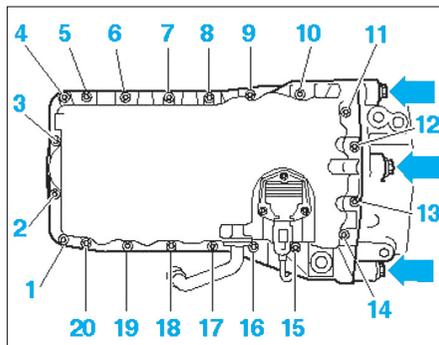

Fig. 25
- Déposer le carter d'huile en respectant l'ordre de desserrage des vis (Fig.25).
- Reposer le carter d'huile en respectant l'ordre (Fig.25).